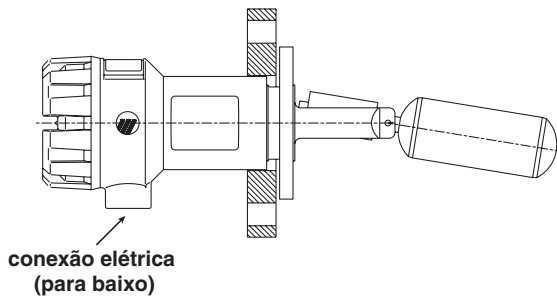

Figura 3
3. Cuidadosamente, alinhe a face com ressalto do flange da Tuffy (blindagem) com a face do flange de montagem no tanque. Deslize o flange sobre o controle até o flange de montagem no tanque e alinhe os orifícios dos prisioneiros. Veja se a entrada para conexão elétrica está virada para baixo. Veja a **Figura 3**.